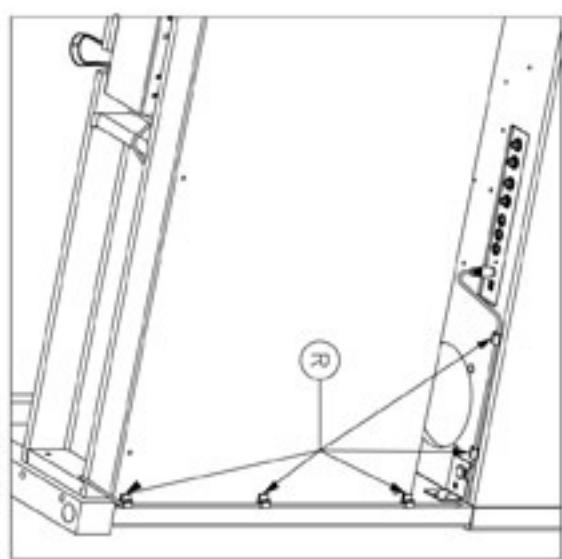

Fig. 4
- 10)** Befestigen sie die 5 Kabelführungen (R), 3 davon an dem hinteren Panel (D) und 2 am Boden des Cabinet Pianos (A) wie Abb. 4.
- 11)** Stecken Sie den DIN-Stecker des Pedalkabels in die entsprechende Steckdose der Gruppe I/O des Cabinet Pianos (A) und befestigen Sie das Kabel im Inneren der abelführungen (R) wie in Abb. 4.
- 12)** Positionieren Sie das Klavier an dem festgelegten Ort und regulieren Sie den Fuß (G) der Pedalgruppe.